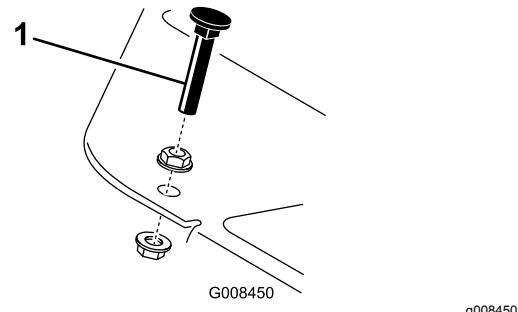

图44
向下踩驱动踏板。如果在拉线感到张紧力之前、踏板接触到限位器图44、则需要进行调整
1. 松开将踏板限位器固定到底板上的凸缘头锁紧螺母图44。